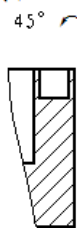

图 10.3.15 更新视图后
(10) 单击  按钮，退出修改边界轮廓环境，然后单击 **图纸视图** 区域中的  命令，更新视图后如图 10.3.15 所示。